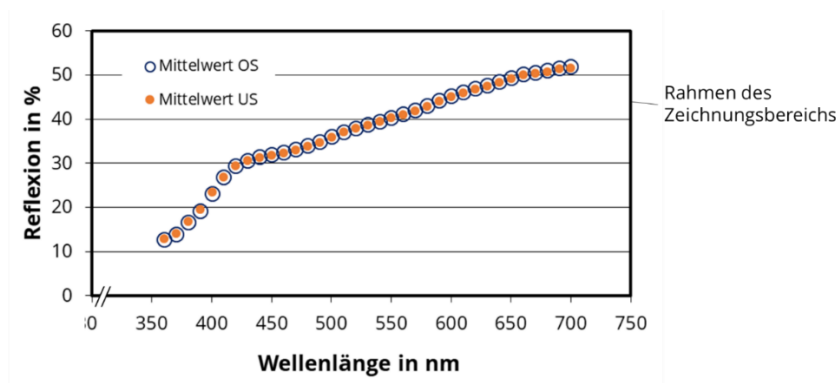

Abbildung 2: Reflexionskurven einer Papieroberfläche aus Durchschnittswerten für die Oberseite (OS) und die Unterseite (US)
- Achsen müssen am Nullpunkt beginnen. Soll wegen besserer Lesbarkeit nicht die ganze Achse dargestellt werden, muss das manuell eingetragen werden (siehe x-Achse in Abbildung 2).